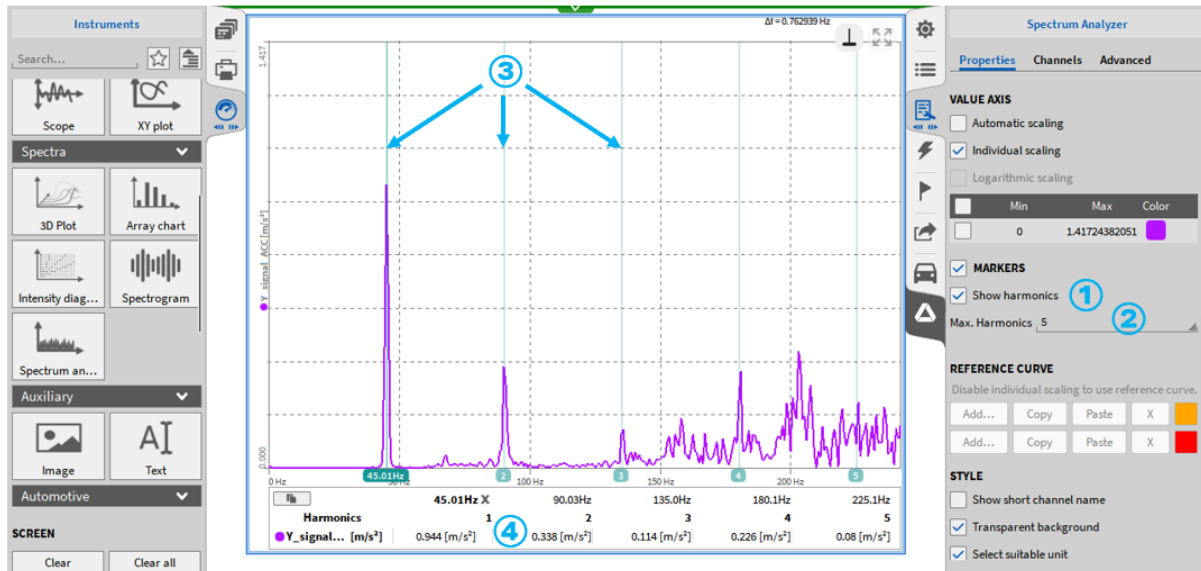

Abb. 8.63: Verwendung von Harmonischen Cursorsn
Harmonische Cursor können durch Auswahl von *Show Harmonics* aktiviert werden (siehe ① in Abb. 8.63). Die Anzahl der Harmonischen kann von 1 bis 10 gewählt werden (siehe ② in Abb. 8.63). Harmonische werden mit einem Cursor markiert (siehe ③ in Abb. 8.63) und der Amplitudenwert wird unterhalb des Instruments angezeigt. (siehe ④ in Abb. 8.63).